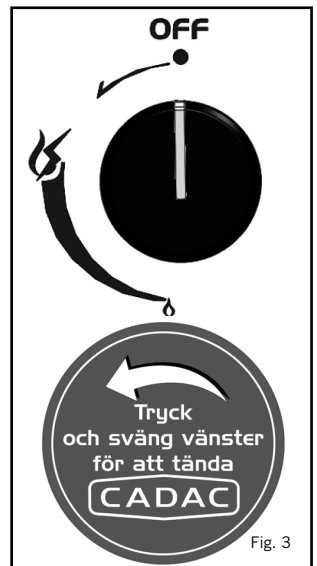

Fig. 3
- Använd kontrollknapparna för att justera den individuella brännarlågans intensitet till önskad nivå. Vrid knappen moturs för att öka lågan och medurs för att minska den (se bild 3).